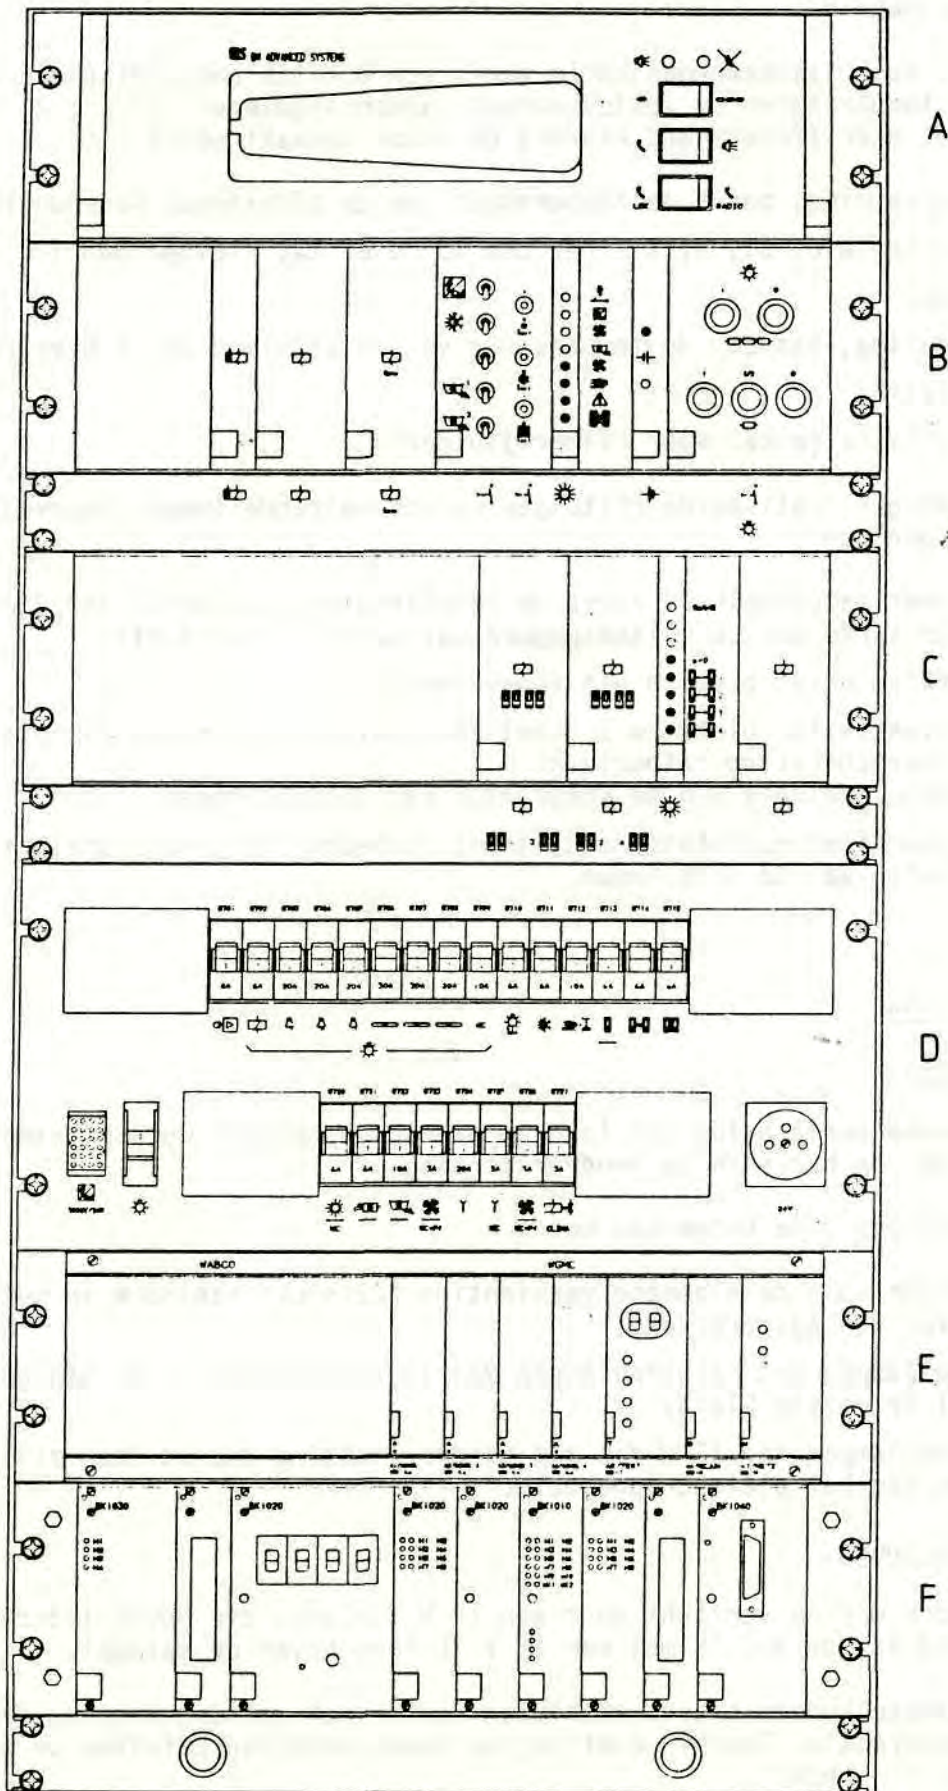

Fig. 92
- De toestellenkast is ingedeeld in panelen (fig.92)